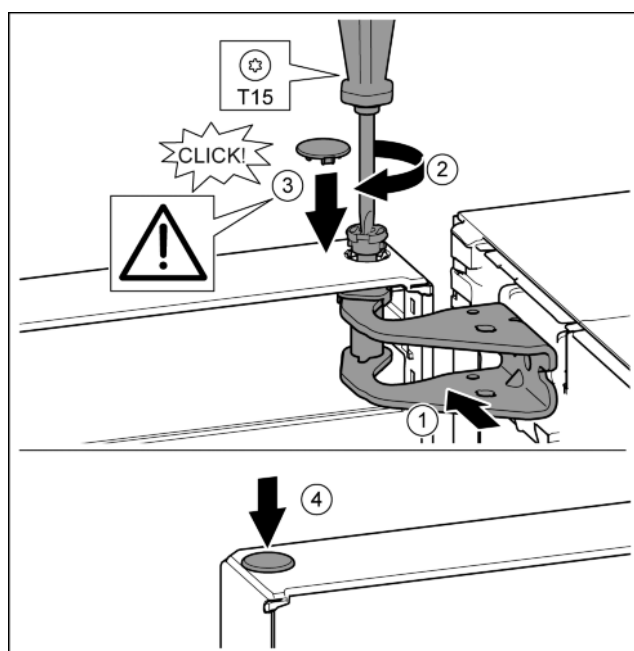

Fig. 16
- ▶ Дверь сверху выровнять по отверстию в опорном кронштейне. Fig. 16 (1)
- ▶ Вставить палец и затянуть отверткой T15. Fig. 16 (2)
- ▶ Установить предохранительную крышку для защиты двери: вставить предохранительную крышку и проверить, прилегает ли она к двери. В ином случае вставить палец полностью. Fig. 16 (3)
- ▶ Вставить заглушку. Fig. 16 (4)